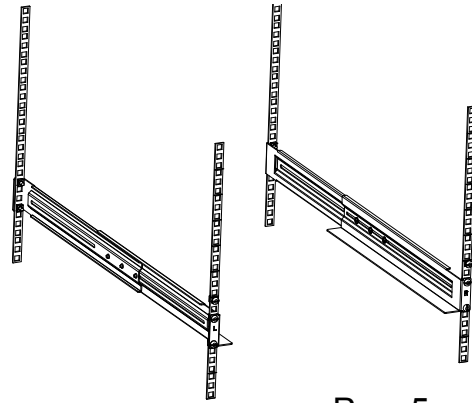

Рис. 5
2. Соберите рельсы в стойке (рис. 5).